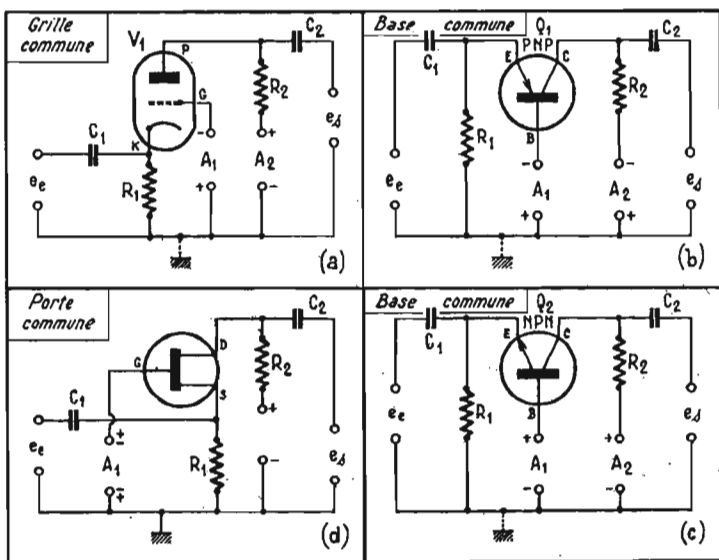

FIG. 3
La figure 3 montre quatre schémas de montages à grille (ou base ou porte) commune, représentant des amplificateurs à résistances-capacité : en (a) celui à lampe, en (3) à transistor PNP, en (e) à transistor NPN et en (d) le montage à transistor à effet de champ (FET).
Pour le montage (b) (fig. 3) à transistor PNP, tout ce qui vient d'être dit pour le NPN est valable
Pour le montage FET (d) (fig. 3), l'analogie avec la lampe est complète sauf en ce qui concerne la polarisation de la porte G qui, selon le point de fonctionnement choisi et la valeur de R1, peut être positive ou négative.